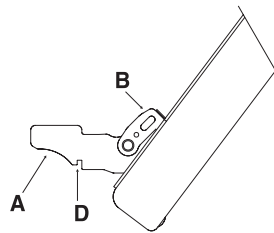

FIG. 2
- Ouvrez complètement la porte et soulevez les 2 leviers "B" (fig. 2) ;